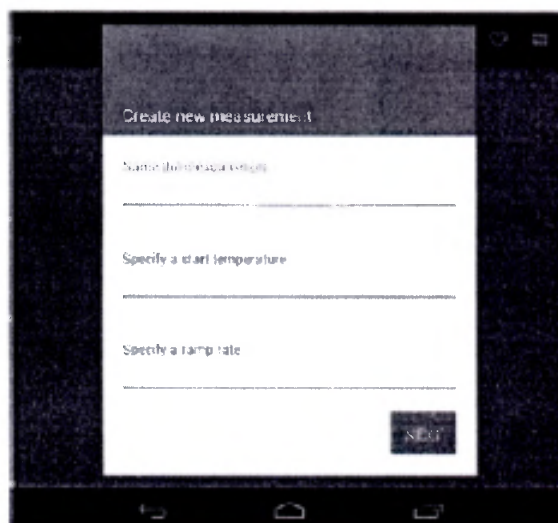

Рисунок 4. Название и основные параметры измерения.
2) Далее (рис. 4) заполните поля «Specify a start temperature» (Стартовая температура) и «Specify a ramp rate» (Скорость увеличения температуры) и коснитесь **NEXT**